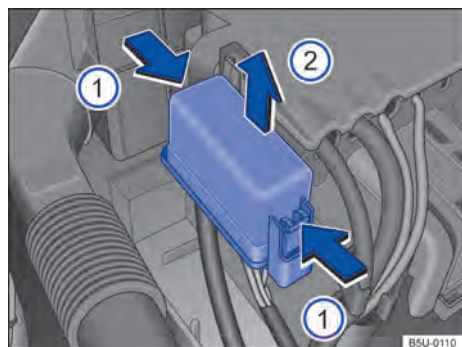

Fig. 145 No compartimento do motor: cobertura da caixa de fusíveis.
- Pressionar as travas no sentido da seta → Fig. 145 , para destravar a cobertura da caixa de fusíveis.